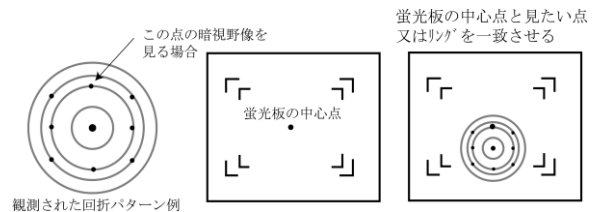

図 7 移動の概念図
- (c) 観察したいスポットやリングを蛍光板の中心点に移動する。右パネル左端下段の “DEF Y” と左パネル右端下段の “DEF X” を回して移動する (図 7 を参考に)。